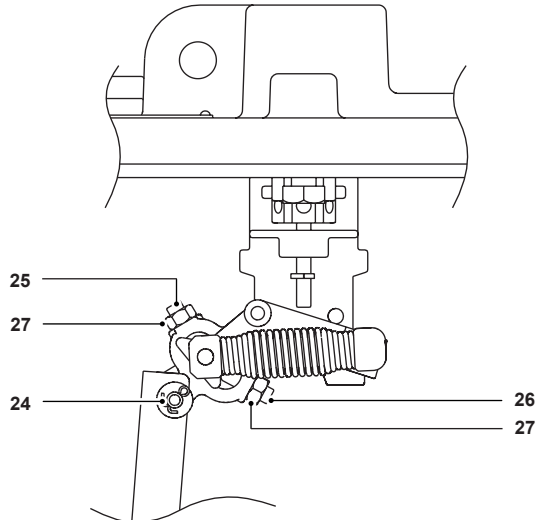

Abb. 12
Hinweis: Die Justierschrauben am Mechanismus (Abb. 12, Positionen 25, 26) sind werkseitig eingestellt und dürfen während der folgenden Wartungsverfahren nicht verdreht werden.
- a. Die Welle (Position **24**, Abb. 12) vom Mechanismenende der Hebelstange entfernen und Schwimmer und Hebestange zur gegenüberliegenden Seite der Trägerstange drehen.